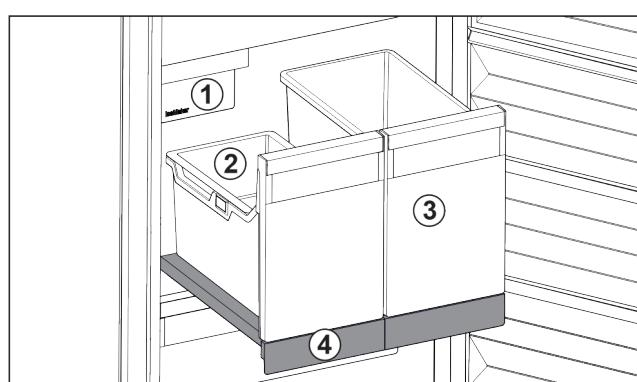

Fig. 17 Vysouvací příhrádka s IceTower
- (1) IceMaker
- (2) Závesná miska pro kostky ledu
- (3) Nádoba např. pro pizzu, alkoholické nápoje
- (4) Vysouvací příhrádka
Na vysouvací příhrádce jsou dvě vysoké nádoby (IceTower). V nádobě Fig. 17 (2) se shromažďují a skladují kostky ledu z IceMaker. Nádoba Fig. 17 (3) se hodí pro skladování vysokých potravin jako pizzy nebo alkoholické nápoje.